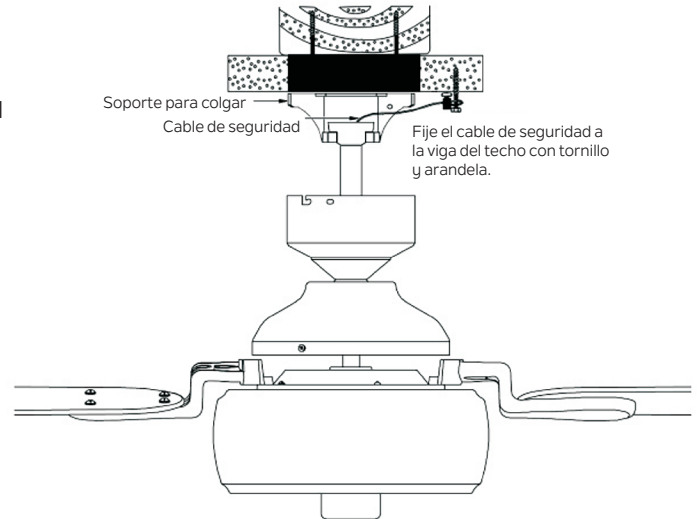

Figura 14
Paso 1. Fije el tornillo para madera y las arandelas proporcionados a la viga del techo junto al soporte de montaje, pero no los apriete. (Figura 14)